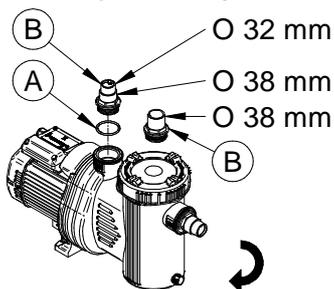

Fig. 23
- Colocar las juntas tóricas (Fig. 23, # A) en los portagoma (Fig. 23, # B).
- Enroscar los dos portagoma (Fig. 23) a la *aspiración* y a la *impulsión* de la *bomba*.